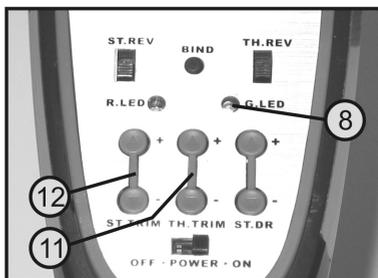

Figura 10
Se si utilizza un modello con motore a scoppio con il servo acceleratore/freno, la regolazione del trim avviene come per il servosterzo. Per regolare il valore di trim, tuttavia, si utilizzano i due tasti di trim per la funzione di guida (vedere figura 10, pos. 11).